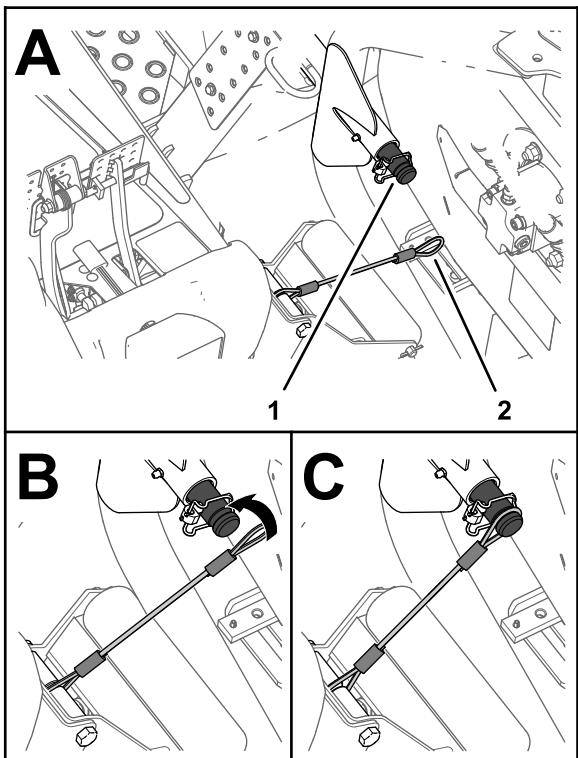

Figura 26
5. Alinee el amarre al eje de tiro del brazo de elevación de la unidad de corte exterior delantera (Figura 26).
6. Deslice el bucle del amarre sobre el eje de tiro hasta que el amarre quede totalmente asentado en la ranura del eje (Figura 26).